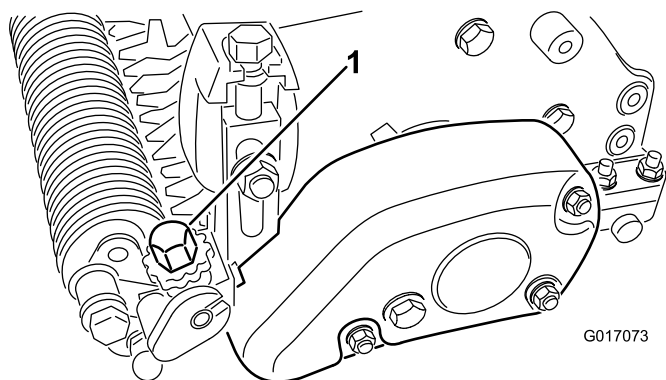

Figura 22
5. Numa extremidade do eixo do rastelo, meça a distância que vai da ponta da lâmina mais baixa do dispositivo até à superfície de funcionamento. Rode o manípulo de ajuste da altura do rastelo (Figura 22), para levantar ou